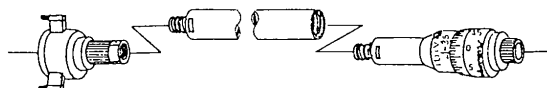

Fig. 8
- 2- Visser la rallonge entre la tête de mesure et le corps (Fig. 8)